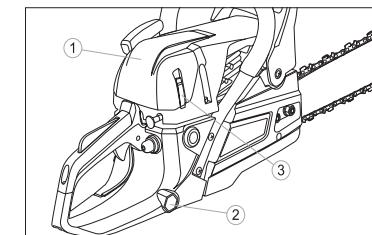

Рис. 24
1. Снемете капака на въздушен филтър 1 (рис.24) като отсъедините ключалки 3. За това използвайте отвертка на свещен ключ.